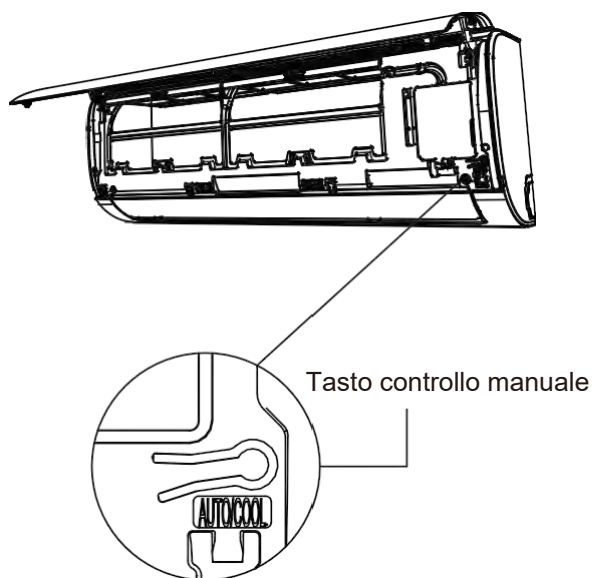

Fig. 8.1
2. Il tasto di **CONTROLLO MANUALE** è posto sul lato destro dell'unità. Premilo 2 volte per selezionare la funzione RAFFREDDAMENTO. Vedi Fig. 8.1